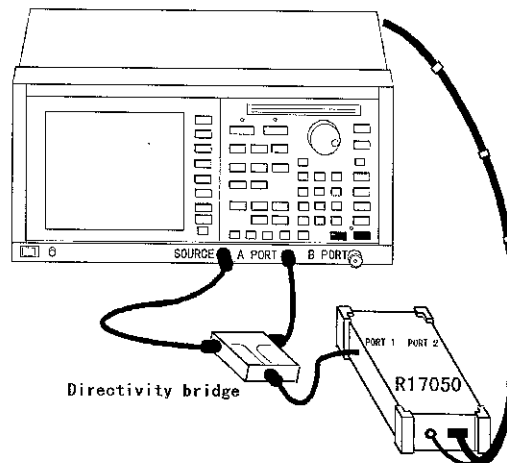

図 2-6 RFポートの接続
- ② 本器の RFポートとネットワーク・アナライザの測定ポートを接続します(図 2-6参照)。接続に使うケーブルは、実際に DUT を測定するときを使うケーブルを使います。本器の RFポートは方向性がありません。接続はどちらでも構いません。